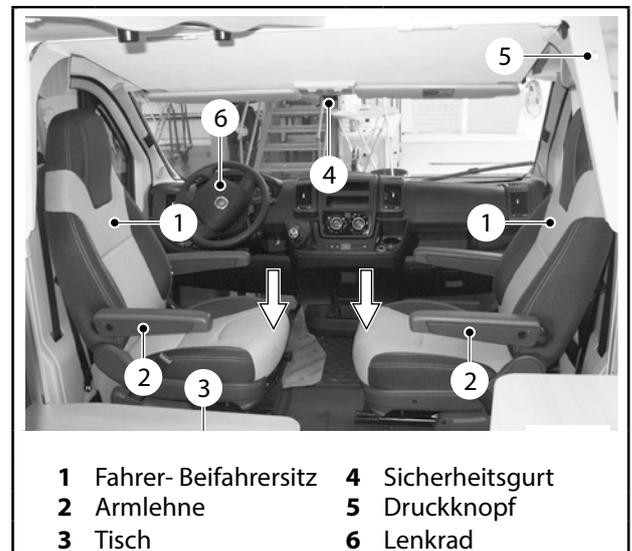
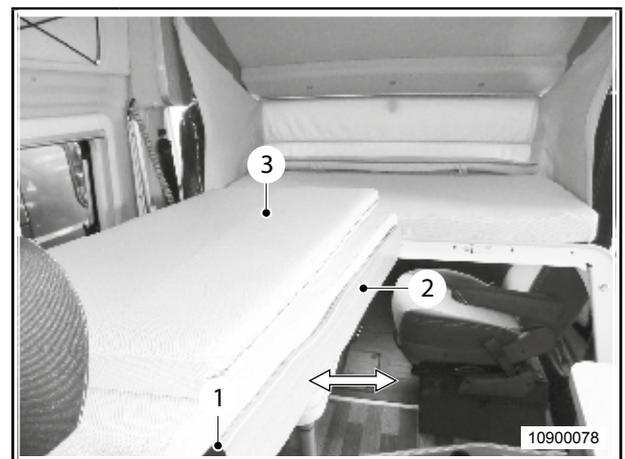

Abb. 29 Hubbett absenken
Abb. 30 Hubbett ausziehen
Um Beschädigungen zu vermeiden das Lenkrad (Abb. 29, Pos. 6) auf niedrigste Höhe stellen.
1. Sicherheitsgurte (Abb. 29, Pos. 4) und (Abb. 30, Pos. 1) am Hubbett lösen.
2. Fahrersitz und Beifahrersitz (Abb. 29, Pos. 1) auf die niedrigste Höhe einstellen und in die abgebildeten Positionen bringen.
3. Armlehnen (Abb. 29, Pos. 2) herunterklappen.
4. Tisch (Abb. 29, Pos. 3) abbauen und verstauen.
5. Knopf (Abb. 29, Pos. 5) drücken und das Hubbett nach unten bis in Endstellung ziehen.
6. Hubbett-Auszug (Abb. 30, Pos. 2) in Richtung Eingangstür ausziehen und die zweite Matratze (Abb. 30, Pos. 3) einlegen.
1. Sicherheitsgurte (Abb. 29, Pos. 4) und (Abb. 30, Pos. 1) am Hubbett lösen
8. Hubbett-Auszug (Abb. 30, Pos. 2) in Richtung Eingangstür ausziehen und die zweite Matratze (Abb. 30, Pos. 3) einlegen.